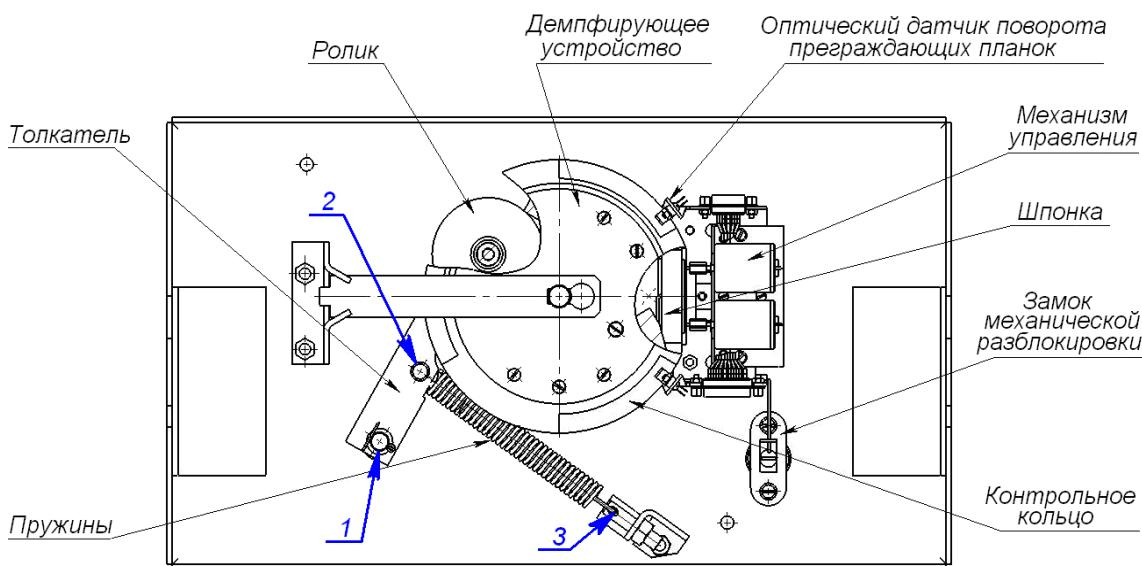

Рисунок 14. Расположение внутренних деталей и узлов стойки ЭП
2. Снимите крышку (3) в порядке, указанном в разд. 6 и положите ее на ровную устойчивую поверхность.
3. Осмотрите устройство доворота (толкателем, пружины и ролик), оптические датчики поворота преграждающих планок и демпфирующее устройство (см. рис. 14).
- четыре втулки на устройстве доворота – две на оси вращения толкателя и две на оси крепления пружин, а также отверстия в деталях крепления пружин, по две - три капли масла в каждое место смазки (места смазки указаны на рис. 14);
- механизмы секретности замка механической разблокировки (7) и замка крышки (4) со стороны замочной скважины.